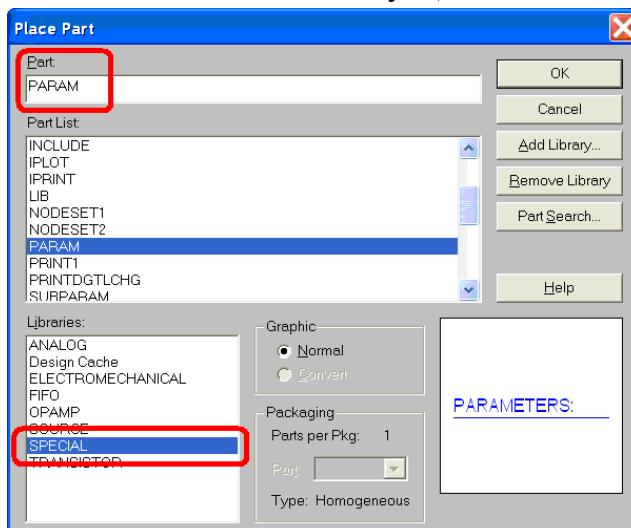

图 22. 建立一个全局变量区 PARAMETERS
- Place->Part->Add Library (SPECIAL.lib). 可见图 22.